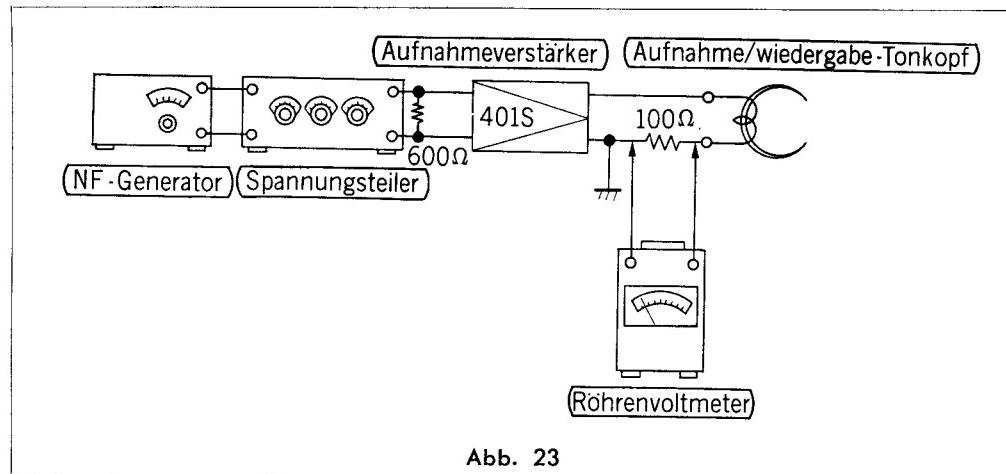

Abb. 23
Aufbau der Meßinstrumente: Siehe Abb. 23.
- Wie auf Abb. 23 ersichtlich, den Ausgang des NF-Generators über den Spannungsteiler an die Mikrophon-Eingangsbuchse des Modells RQ-401S anschließen.